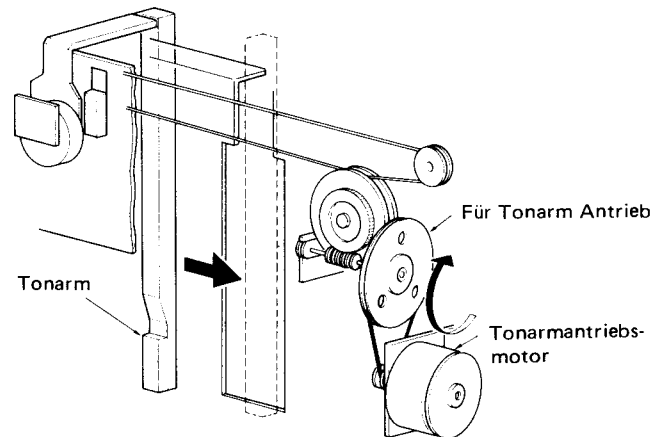

Abb. 7
- Drehen Sie die Antriebsscheibe des Tonarms von Hand in die durch den Pfeil in Abb. 7 gezeigte Richtung, um den Tonarm zu der Öffnung hin zu bewegen (Die durch Entfernen der Abdeckung entstanden ist).